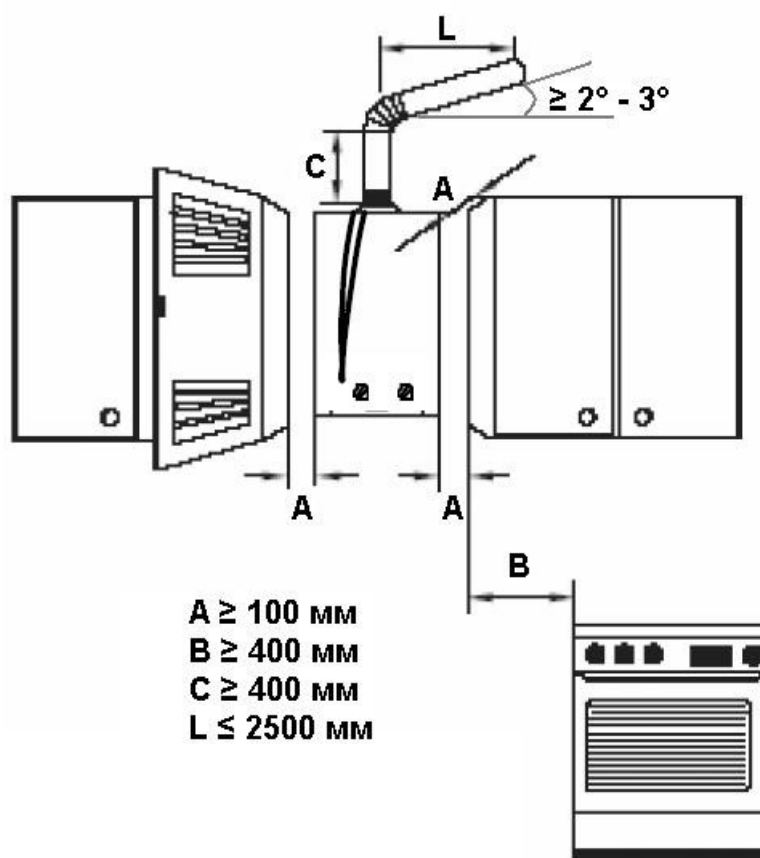

Рис. 10
- водонагреватель должен быть удалён от другого нагревательного оборудования (например, плиты) на расстояние не менее 500 мм между боковыми поверхностями (Рис. 10);